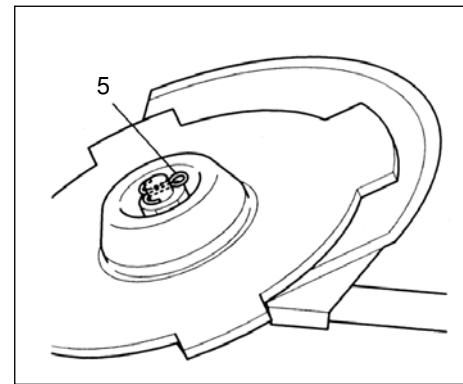

Fig. 1-10C
Om röjsågen är av den typ där en mutter och en saxspint används till att fästa skäret måste klingen hållas på plats med hjälp av en ny saxspint (5) varje gång den monteras. (Fig. 1-10C)